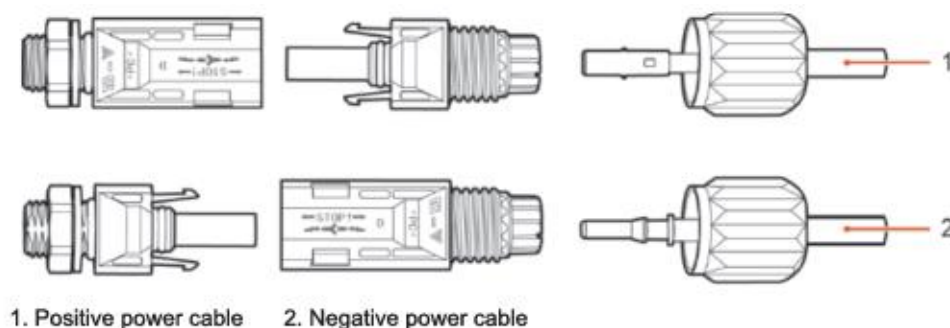

Figura 23 - Connessione dei cavi di potenza DC in ingresso (2)
- 2) Inserire i cavi di alimentazione positivi e negativi spellati rispettivamente nei terminali di metallo positivo e negativo e crimparli utilizzando uno strumento apposito. Assicurarsi che i cavi siano fissati fino a quando non possono essere estratti con una forza inferiore a 400 N, come mostrato nella Figura 23.